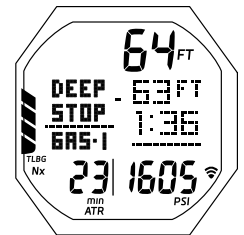

Fig. 76A - ÉCRAN PRINCIPAL DE PALIER PROFOND
**ÉCRAN PRINCIPAL DE PALIER PROFOND** : paramètres affichés (Fig. 76A)